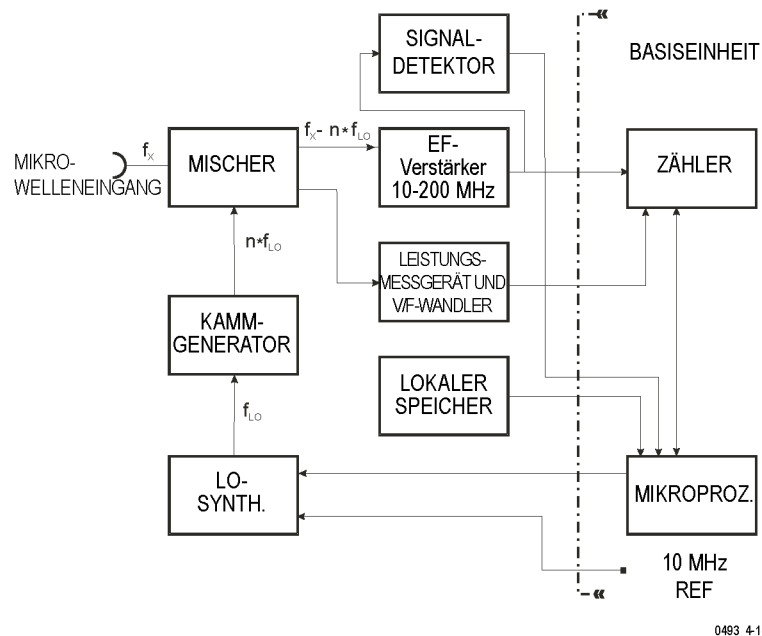

Abbildung 5: Mikrowellenerfassung mit der Serie MCA3000.
Mit den Geräten MCA3027 und MCA3040 können Sie mithilfe von Abwärtswandlern Frequenzen bis zu 27 GHz bzw. 40 GHz messen. Abwärtswandler mischen das unbekannte Eingangssignal mit der bekannten Frequenz eines Lokaloszillators (LO), bis ein Signal innerhalb des Durchlassbereichs des ZF-Verstärkers (in diesem Fall 10–200 MHz) verfügbar ist. (Siehe Abbildung 5.)